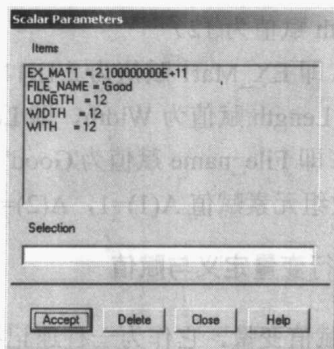

图 3-2 定义/赋值/删除变量对话框
另外一种是利用菜单路径 Utility Menu>Parameters>Scalar Parameters 进行定义与赋值变量的方法。选择该菜单路径，弹出如图 3-2 所示定义/赋值/删除变量对话框，在对话框中的 “Selection” 文本输入框中利用 “=” 格式输入变量定义与赋值表达式，然后单击 Accept 按钮，定义成功的变量将显示在 Items 的列表框中（这里显示的变量包括其他所有方法定义的变量）。
1. 菜单删除：选择菜单 Utility Menu>Parameters>Scalar Parameters，弹出如图 3-2 所示对话框，选中 Items 变量列表中的变量，然后单击 Delete 按钮删除之。